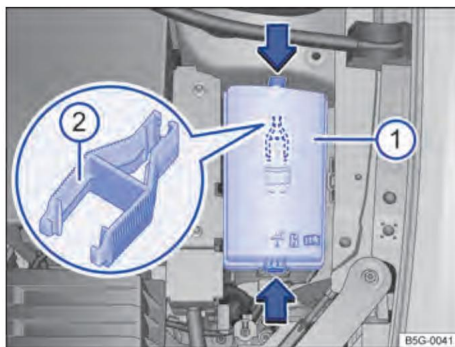

Figure. 145 Dans le compartiment moteur : couvercle  de la boîte à fusibles 1 avec collier plastiqué .
- Appuyez sur les verrous dans le sens de la flèche → Fig. 145 1 pour déverrouiller le couvercle de la boîte à fusibles.
À l'intérieur du couvercle de la boîte à fusibles dans le compartiment moteur, il peut y avoir une pincette en plastique → fig. 145 2 pour la dépose des fusibles.